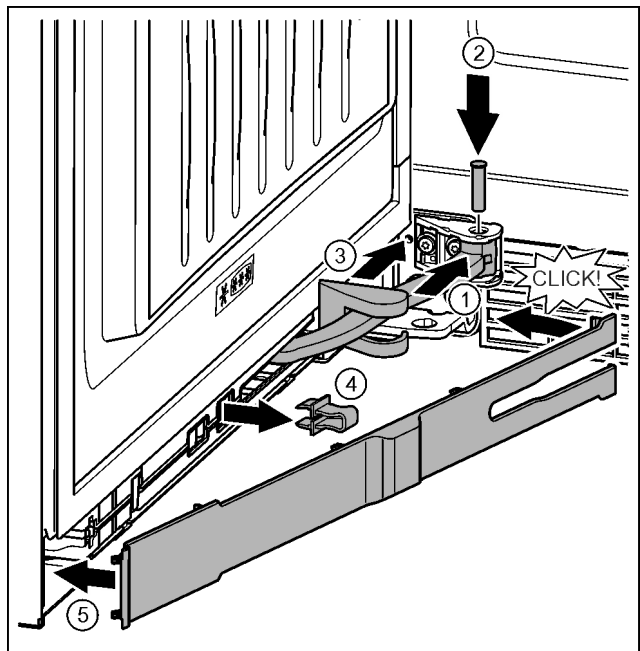

Fig. 40
- ▶ Kĺb otočte v závese. Fig. 40 (1)
- ▶ Skrutkovačom T15 nasadte čap do závesu a kĺbu. Pritom dbajte na to, aby sa zaistovací doraz nachádzal správne v drážke. Fig. 40 (2)
- ▶ Kryt ložiskovej konzoly posuňte pozdĺž kĺbu a namontujte ho nad zavesenie. Fig. 40 (3)
- ▶ Vyberte poistku. Fig. 40 (4)
- ▶ Kryt nasadte na strane rukoväte a priklopte. Fig. 40 (5)